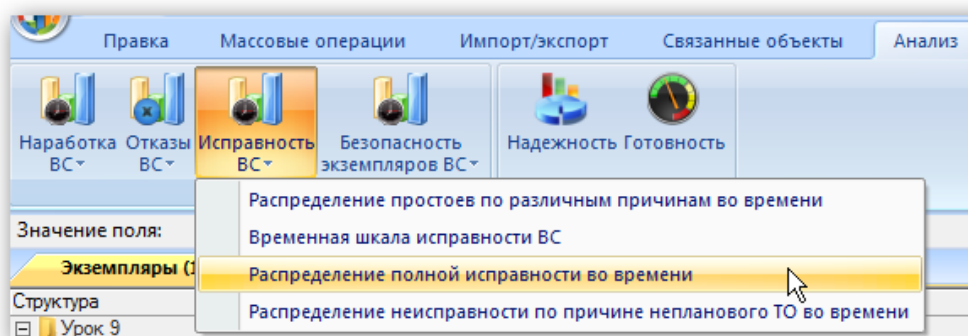

Рис. 13-383 – Выбор диаграммы по исправности
- 3) Нажать кнопку «Исправность ВС» панели «Диаграммы» на вкладке «Анализ» и выбрать пункт «Распределение полной исправности во времени» (рис. 13-383).